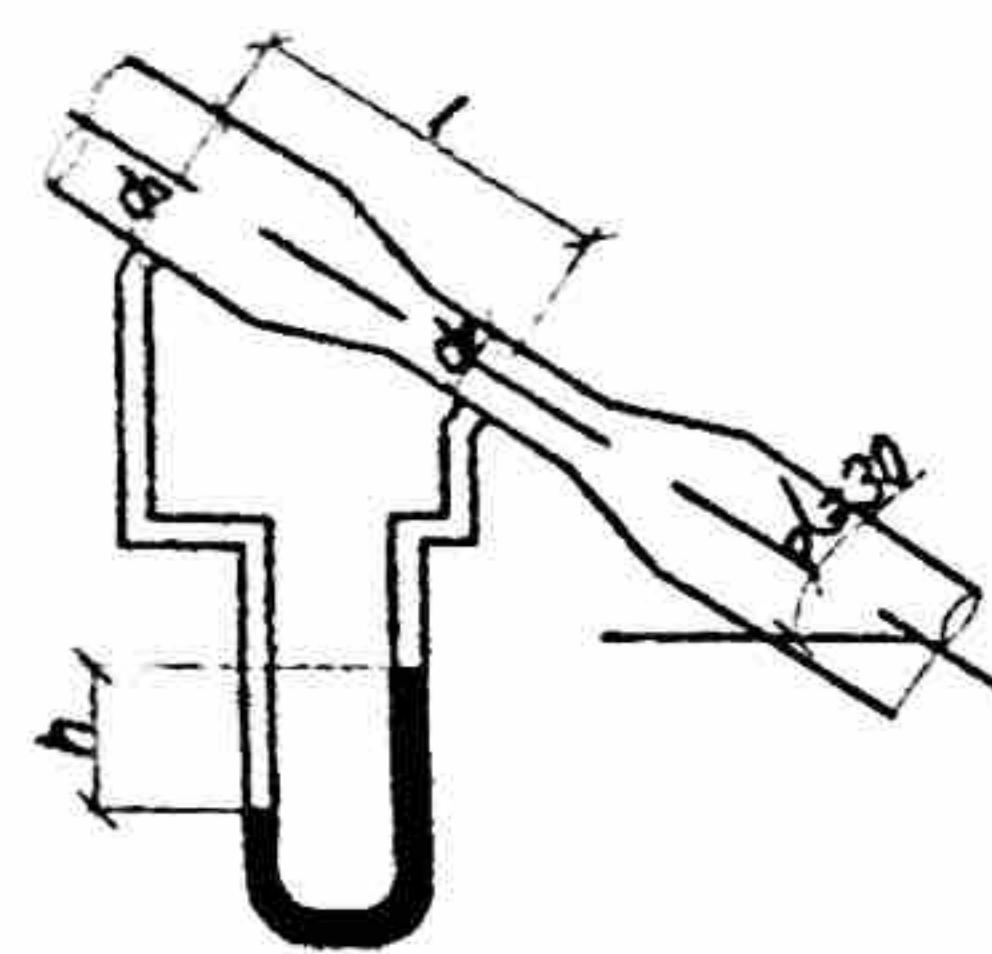

Рис.13
14. Определить теоретический расход воды, проходящий через водомер Вентурри, установленный под углом $\alpha = 30^\circ$ к горизонту (рис. 13), если разность уровней, показываемая дифференциальным ртутным манометром равна h . Большой и меньший диаметры равны соответственно d_1 и d_2 , расстояние между сечениями l .